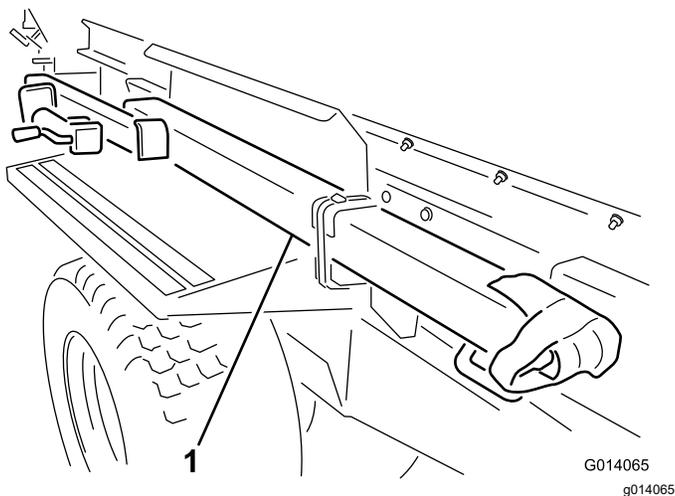

図 3
3. ヒッチをフェンダに縛り付けている紐を切断して、ヒッチを取り出す **図 3**。フェンダについている出荷用のブラケットを二つとも外して廃棄する。